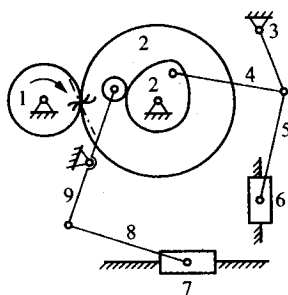

图 1-9 题 1.5.3 图
1.5.3 求出图 1-9 所示机构的自由度,用高副替代低副并拆分杆组。